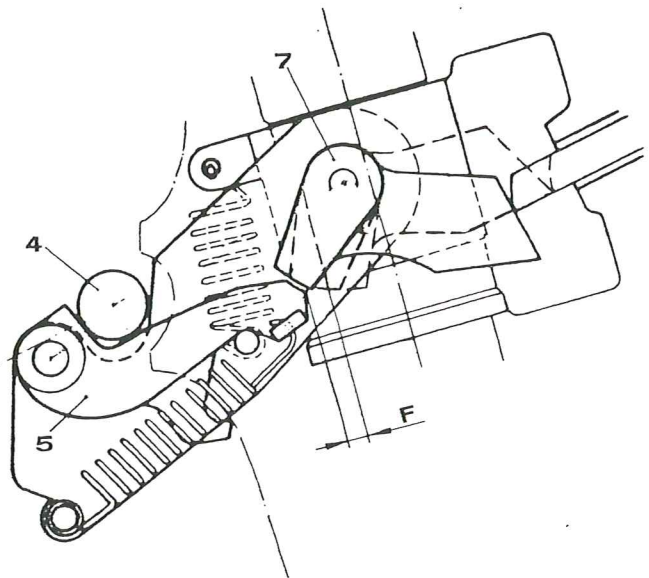

Fig. 31
- b. Kontrollera att full överlappning erhålls mellan låsbygels klackar och fjäderhakarnas (5) anslagsytor när backväxeln är ilagd.
- c. Spelet mellan låsbygels klackar och fjäderhakens anslagsytor i neutralläge skall vara ca 2 mm. Mått vid (F) fig. 31.